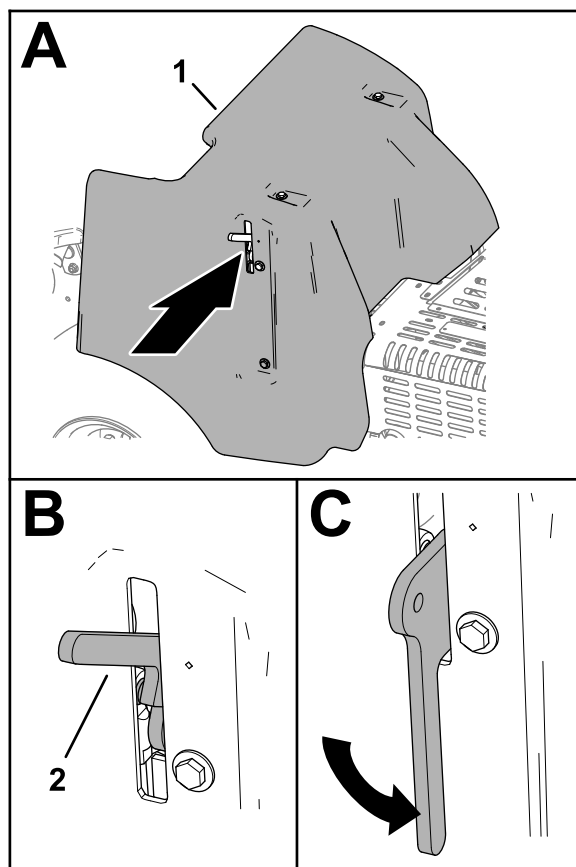

Figura 146
3. Abbassate completamente la maniglia del fermo per fissare il copricinghia (Figura 146).